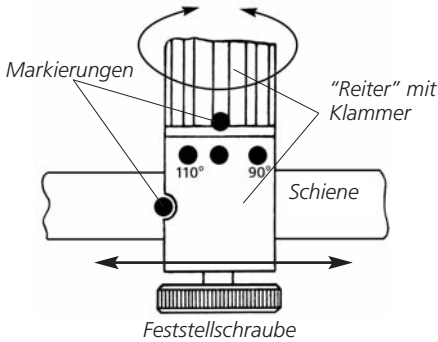

Abb. 7
1. Lösen Sie die Feststellschrauben auf der Unterseite der Reiter (siehe Abb. 7).